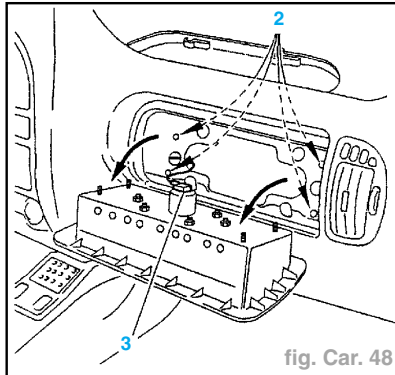

fig. Car. 48
- Déposer les quatre écrous (2) (dépose par le puits de boîte à gants) (fig. Car. 48).
- Déconnecter le connecteur (3).